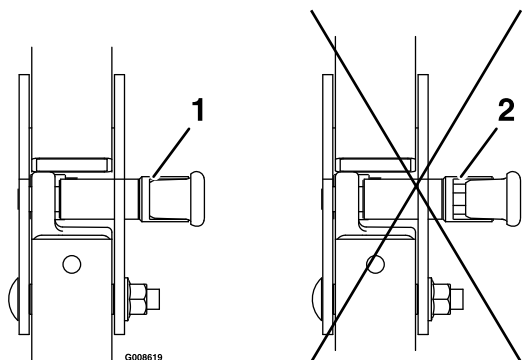

Figura 9
6. Presione sobre la barra para asegurarse de que las clavijas han quedado encajadas (Figura 9).